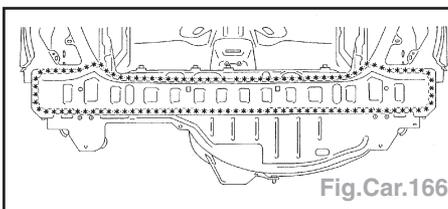

Fig.Car.166
- Dégraffer les points à l'aide d'une fraise de Ø 8 mm (Fig.Car.166).
- Souder par points électriques (Fig.Car.166).